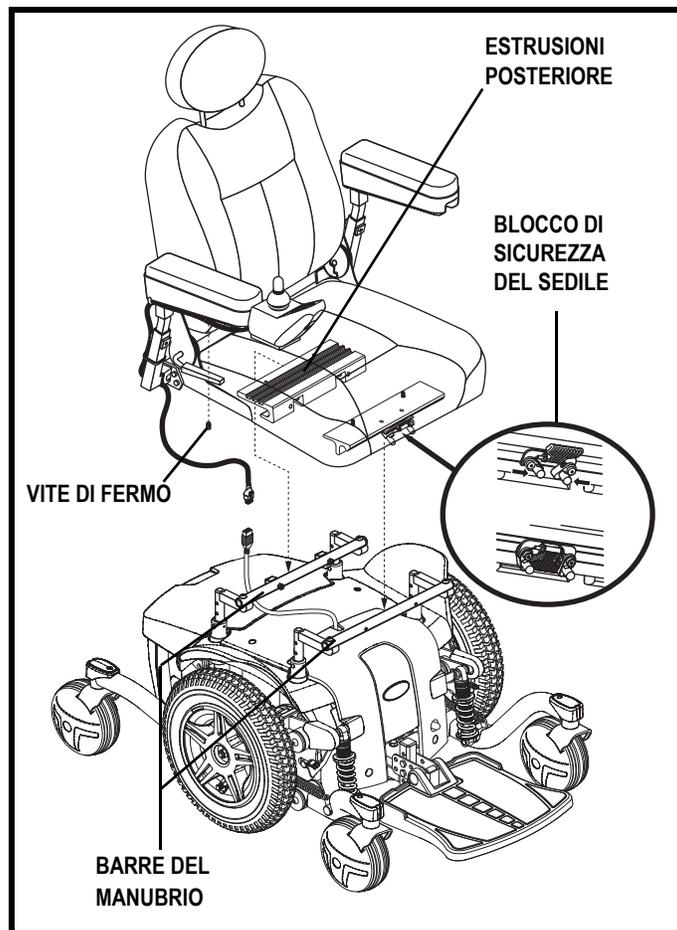

Figura 11. Sistema di montaggio universale
Prima dell'uso iniziale o dopo il trasporto della Carrozzina, può essere necessario installare il sedile. I sedili speciali sono uniti alla base di alimentazione mediante il sistema di montaggio universale (UMS). L'UMS consiste di parti universali unite al sedile, a prescindere dalla larghezza o dalla profondità dello stesso. I due componenti principali sono estrusioni di alluminio montate sulla base del sedile. Queste estrusioni sono unite ad una coppia di barre del manubrio montate sulla base di alimentazione. **Vedere la figura 11.**
1. Inclinare il sedile all'indietro e posizionare l'estrusione posteriore sulla barra manubrio posteriore. **Vedere la figura 11.**
4. Installare la centralina in uno dei braccioli. Stringere la vite di fermo. **Vedere la figura 11.**
5. Sollevare il bracciolo fino in cima, quindi collegare la struttura della centralina in modo che non resti agganciata nella cerniera del sedile come illustrato nella figura 11.
15. Sollevare il bracciolo fino in cima, quindi collegare la struttura della centralina in modo che non possa essere agganciata nella cerniera del sedile. **Vedere la figura 11.**
7. Sollevare il bracciolo fino in cima, quindi collegare la struttura della centralina in modo che non possa essere agganciata nella cerniera del sedile. **Vedere la figura 11.**